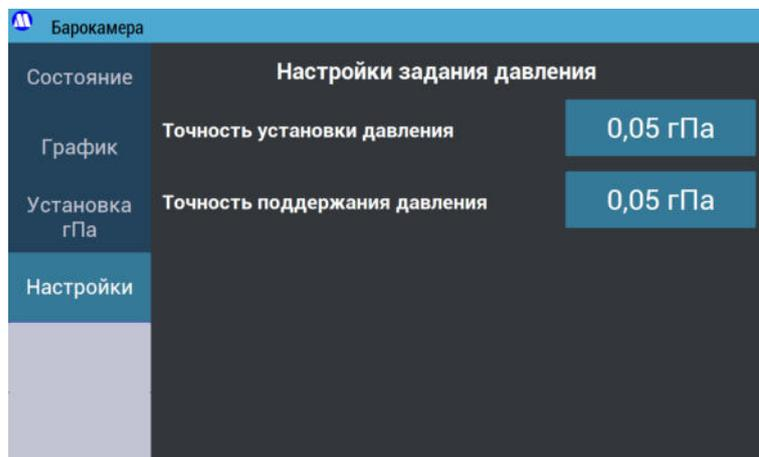

Рисунок 17 – Экран «Настройки задания давления».
- 7.3.12.3. Кнопка «**Настройки задания давления**» открывает меню (Рисунок 17), в котором имеется возможность задать точность установки давления и точность поддержания давления. Чем меньше точность установки давления, тем быстрее будет производиться установка каждой точки.